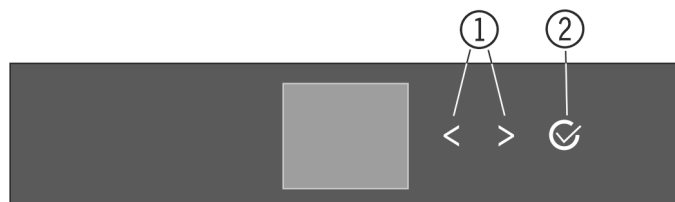
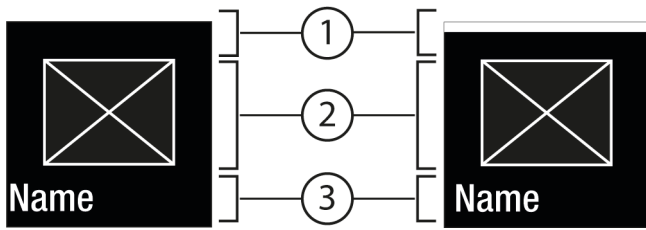
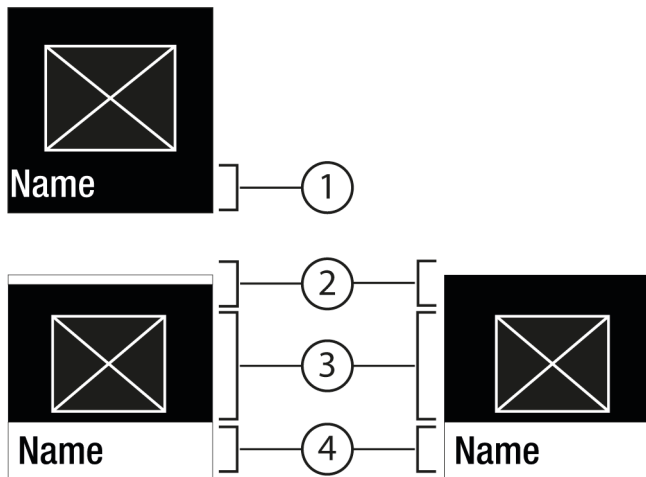

Fig. 5
Fig. 6
Fig. 7
(1) Стрелка за навигация ляво / дясно
(2) Потвърждаване
Стрелка за навигация ляво / дясно Fig. 5 (1):
Потвърждаване Fig. 5 (2):
- Навигиране със стрелка за навигация ляво / дясно Fig. 5 (1).
- С Потвърждаване Fig. 5 (2) се извиква подменюто Fig. 7 (4).
- Настройване на нова стойност: С Потвърждаване Fig. 5 (2) изберете деактивирана стойност Fig. 6 (1).
- Обратно в менюто: С Потвърждаване Fig. 5 (2) изберете вече активираната стойност Fig. 6 (2).
- ▶ Натискайте стрелките за навигация Fig. 5 (1) дотогава, докато се покаже функцията.
- ▶ Натиснете Потвърждаване Fig. 5 (2).
- ▶ Със стрелките за навигация Fig. 5 (1) изберете стойност за настройка.
- ▷ Състояние: активирано Fig. 6 (1) се появява за кратко в подменюто Fig. 7 (4).
- ▶ Натискайте стрелките за навигация Fig. 5 (1) дотогава, докато се покаже Настройки .
- ▶ Натискайте стрелките за навигация Fig. 5 (1) дотогава, докато се покаже желаната настройка.
- ▶ Натиснете Потвърждаване Fig. 5 (2) в продължение на 3 секунди.